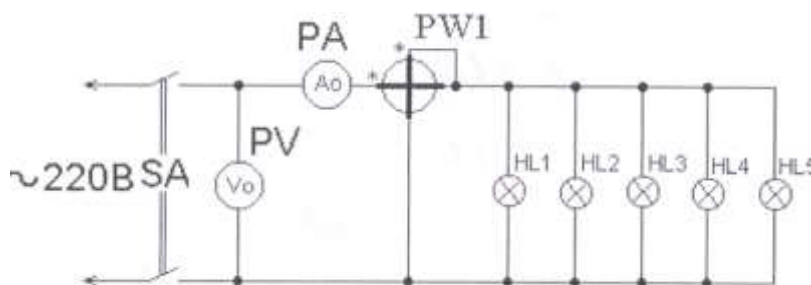

Рисунок 6.1.- Схема включения приборов для измерения мощности
2. Собрать схему для определения мощности прямым и косвенным методом (рисунок 6.1.).